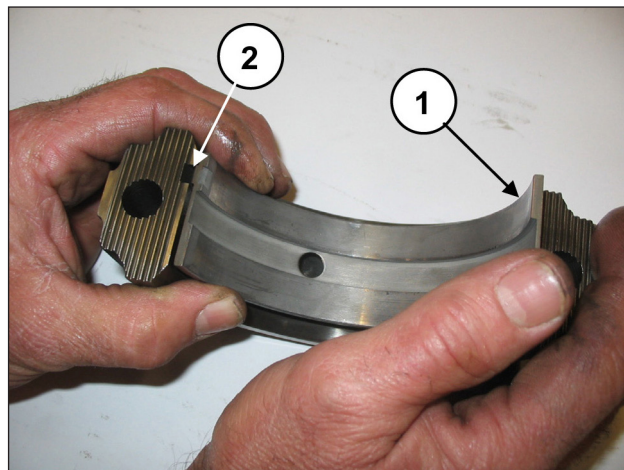

Fig. 58
Montar los semicojinetes inferiores en los sombreretes (pos. ①, Fig. 58). Comprobar que la lengüeta de referencia de los semicojinetes esté dentro del alojamiento del sombrerete (pos. ②, Fig. 58).